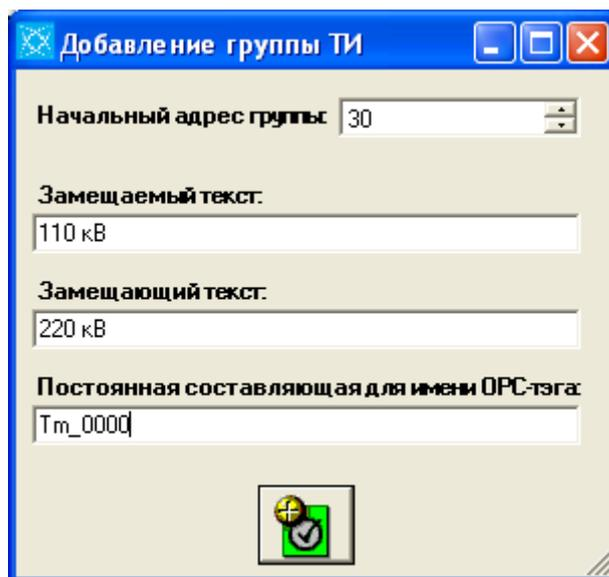
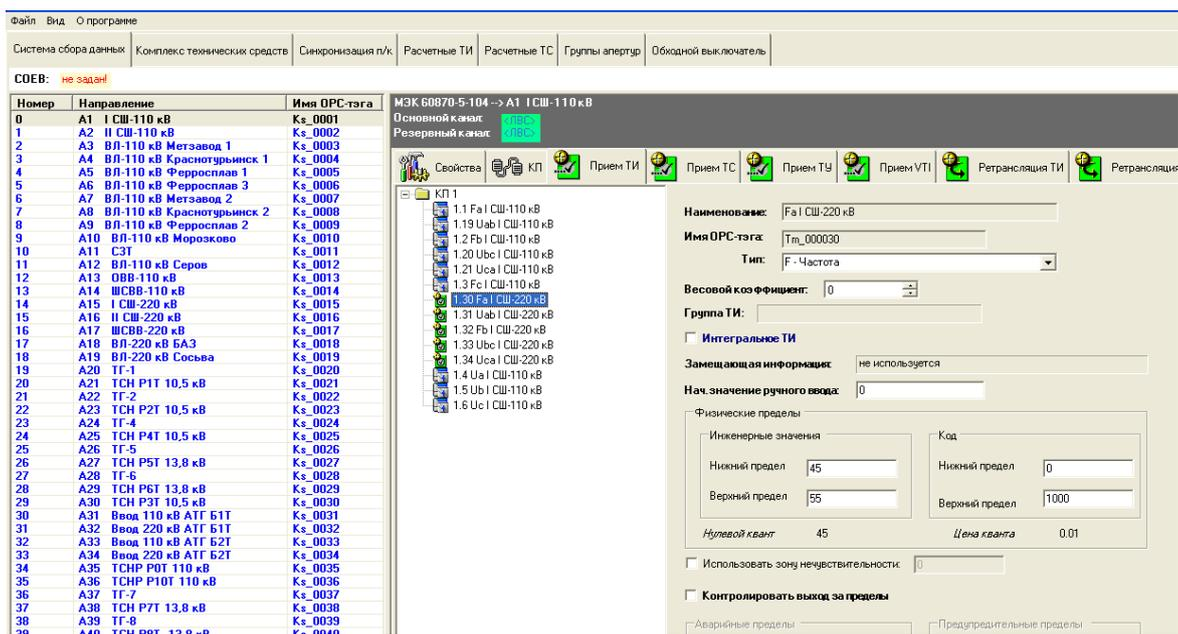

Рисунок 30. Окно «Добавление группы ТИ»
Рисунок 31. Добавление к списку новых телеизмерений при копировании группы
- 4) Нажмите на кнопку  или нажмите клавишу Enter. Окно закроется, а созданные ТИ отобразятся в списке телеизмерений (см. рисунок 31).
«Замещаемый текст» и «Замещающий текст» - «110 кВ» и «220 кВ», в поле «Постоянная составляющая для имени ОРС-тэга» - «Tm\_0000» (см. рисунок 30). В результате копирования к списку добавляется 5 новых телеизмерений с адресами с 30 по 34, в наименовании текст «110 кВ» поменялся на «220 кВ», а имена ОРС-тэгов получились следующие: «Tm\_000030», «Tm\_000031», «Tm\_000032», «Tm\_000033», «Tm\_000034» (см. рисунок 31).